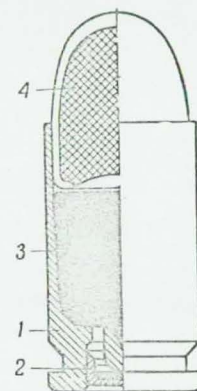

Рис. 44. 9-мм pistolsный патрон:
37. 9-мм pistolsный патрон (рис. 44) состоит из гильзы, капсюля, порохового заряда и пули.